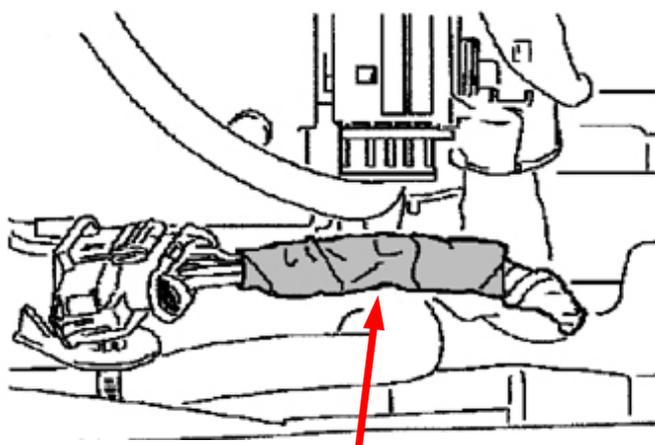

Fig. 2
- A continuación, aislar los extremos de los cables de forma que no permitan la entrada de agua y fijarlos al mazo de cables con cinta aislante (véase fig. 2).